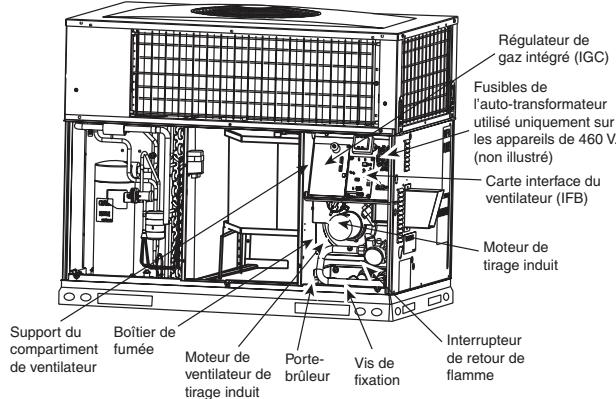

Fig. 17 – Compartiment de ventilateur et boîtier de fumée A170031FR
2. Retirez les 11 vis fixant le couvercle du boîtier de fumée (consultez la Fig. 17) à l'échangeur thermique. Inspectez les échangeurs thermiques.
Cet appareil est doté d'un système d'allumage par étincelle à verrouillage à 100%. Le module d'allumage (IGC) est situé dans le boîtier de commande (consultez la Fig. 17). Le module comprend une DEL d'autodiagnostic. Pour les réparations, reportez-vous à l'étiquette de schéma ou au Tableau 5 dans ces directives pour l'interprétation de la DEL d'autodiagnostic.
5. Enlevez le support du compartiment de ventilateur en retirant les 2 vis sur le côté gauche du compartiment de commande sur le panneau du compartiment de ventilateur. Faites glisser la partie inférieure du support vers l'avant pour le retirer. (Consultez la Fig. 17.)
8. Retirez la vis fixant le porte-brûleur à la base de l'appareil (consultez la Fig. 17).
9. Sortez le porte-brûleur de l'appareil (consultez la Fig. 17 et la Fig. 20).